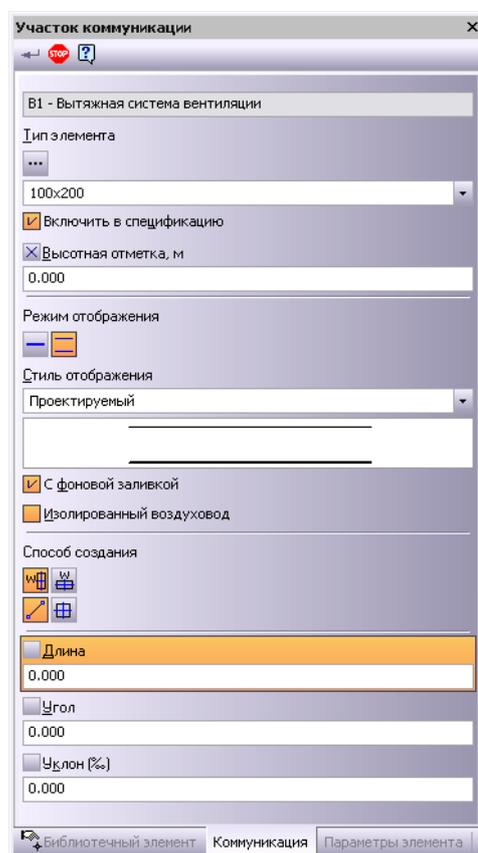

Рис. 2.9 Вкладка Коммуникация
4. На вкладке **Коммуникация** (Рис. 2.9) выберите **Тип элемента**, нажав кнопку **...**. После этого на экране появится окно библиотеки **КОМПАС-Объект** (Рис. 2.10).